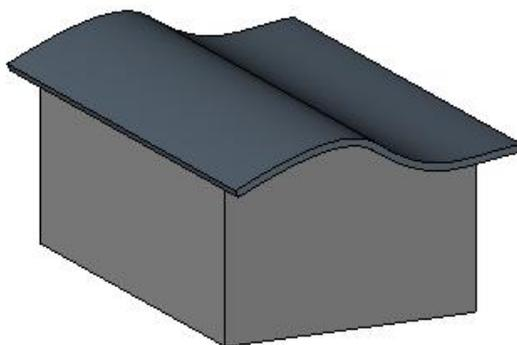

图 7-18 完成的拉伸屋顶
- 6) 单击“√完成编辑模式”，然后打开三维视图。根据需要可将墙附着到屋顶。见图 7-18。